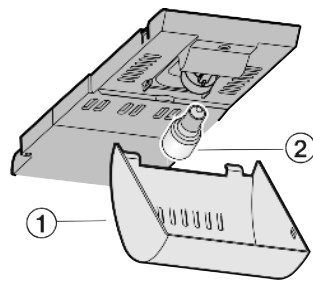

Fig. 15
- ▶ Saisir le recouvrement Fig. 15 (1) devant et le faire déclipeter derrière.
- ▶ Remplacer l'ampoule Fig. 15 (2).
- ▶ Remettre en place le recouvrement Fig. 15 (1).